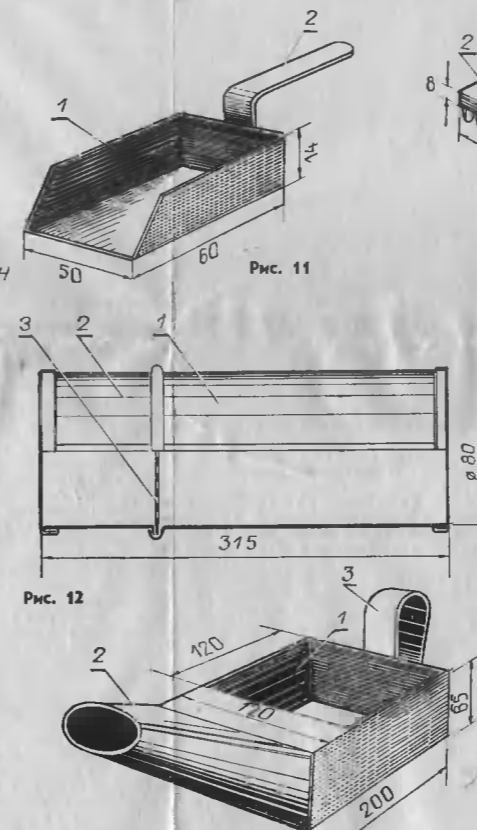

Рис. 11
**Комплект мелкого инвентаря (рис. 11—24).** Служит подсобным оборудованием при проведении анализов в контрольно-семенной лаборатории.
**Совок (рис. 11).** Изготовьте его из белой жести. Для жесткости верхние края трех сторон совка **1** отбортуйте. На задней стенке припаяйте или приклепайте ручку **2** также из белой жести с отбортовкой или изготовьте из более толстой полосовой стали.